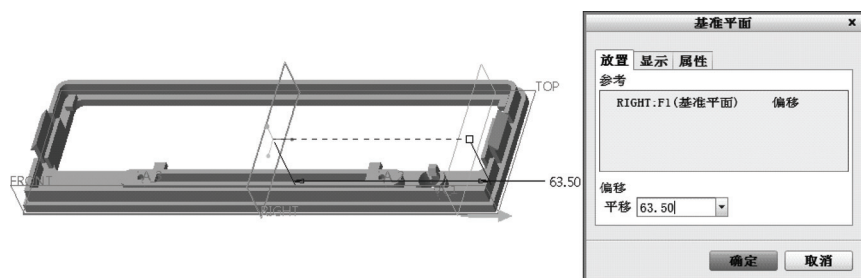

图 12-64 创建 DTM2 基准平面
3) 在功能区的“拉伸”选项卡的右侧区域单击“基准”→  (基准平面) 按钮, 打开“基准平面”对话框。选择 RIGHT 基准平面, 其“约束”类型为“偏移”, 设置其偏距平移值为“63.50”, 如图 12-64 所示。然后单击“确定”按钮, 创建默认名为“DTM2”的基准平面。